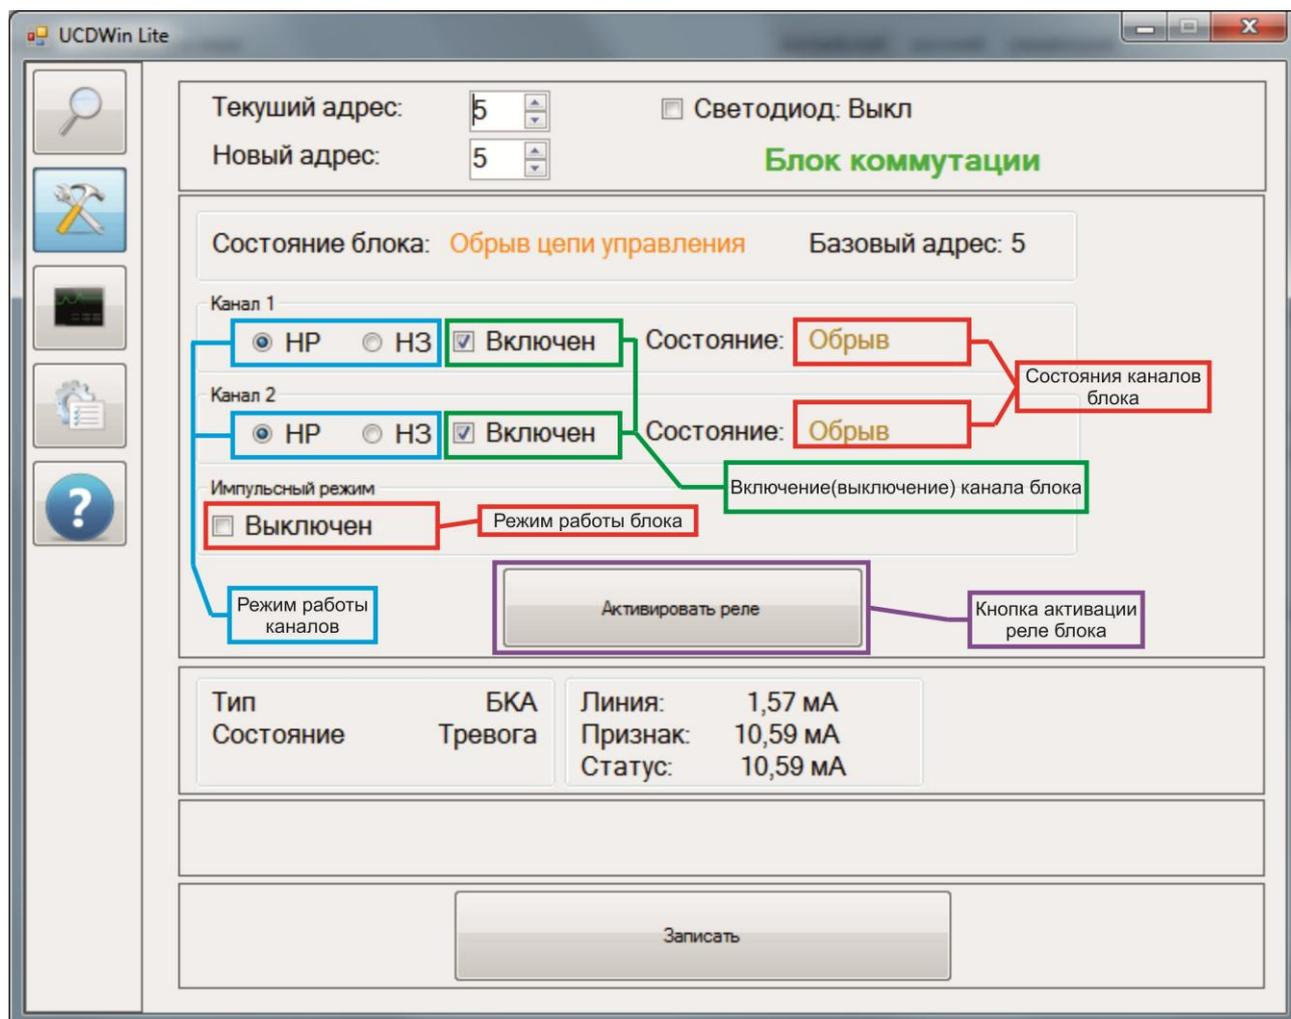

Рис.6. Диалоговое окно изменения параметров блока БКА
6.2.1 Для блоков БКА существует возможность включить или отключить любой из двух подшлейфов и изменить тип его контакта на нормально замкнутые (НЗ) или нормально разомкнутые (НР), а также изменить режим работы импульсный/обычный (Рис. 6).